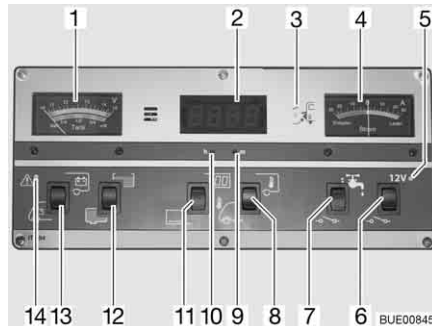

Bild 162 Panel IT 994
Beim Anzeigeeinstrument V/Tank (Bild 162,1) die obere Skala beachten. Das Anzeigeeinstrument wird automatisch beleuchtet, sobald ein Schalter gedrückt wird.
- Wippschalter (Bild 162,13) unten drücken: Die Batteriespannung der Starterbatterie wird angezeigt.
- Wippschalter (Bild 162,13) oben drücken: Die Batteriespannung der Wohnraumbatterie wird angezeigt.
Beim Anzeigeeinstrument V/Tank (Bild 162,1) die untere Skala beachten. Das Anzeigeeinstrument wird automatisch beleuchtet, sobald ein Schalter gedrückt wird.
- Wippschalter (Bild 162,12) oben drücken: Die Wassermenge wird angezeigt.
- Wippschalter (Bild 162,12) unten drücken: Die Abwassermenge wird angezeigt.
Die rote Warnleuchte ALARM (Bild 162,14) blinkt, sobald die Spannung der Wohnraumbatterie 11 V (Messung im laufenden Betrieb) unterschreitet und damit Tiefentladung droht.
- Wippschalter (Bild 162,11) oben drücken: Digitaluhr-Anzeige ist eingeschaltet. Temperaturanzeige ist betriebsbereit.
- Wippschalter (Bild 162,11) unten drücken: Digitaluhr-Anzeige und Temperaturanzeige sind ausgeschaltet.
- Mit einem dünnen Gegenstand, z. B. Kugelschreibermine, in die Öffnung für die Stundenanzeige (Bild 162,10) drücken, bis die gewünschte Stundenzahl angezeigt wird.
- Mit einem dünnen Gegenstand, z. B. Kugelschreibermine, in die Öffnung für die Minutenanzeige (Bild 162,9) drücken, bis die gewünschte Minutenzahl angezeigt wird.
- Wippschalter (Bild 162,8) oben drücken: Die Innentemperatur wird angezeigt.
- Wippschalter (Bild 162,8) unten drücken: Die Außentemperatur wird angezeigt.
Am Anzeigeelement Strom (Bild 162,4) wird ständig der aktuell fließende Batteriestrom angezeigt. Das Anzeigeelement wird automatisch beleuchtet, sobald ein Schalter gedrückt wird.
Der 12-V-Hauptschalter (Bild 162,6) schaltet das Panel und die 12-V-Versorgung des Wohnraums ein und aus.
*Einschalten:* ■ Wippschalter (Bild 162,6) oben drücken: Die 12-V-Versorgung des Wohnraums ist eingeschaltet. Die Kontroll-Leuchte (Bild 162,5) leuchtet grün.
*Ausschalten:* ■ Wippschalter (Bild 162,6) unten drücken: Die 12-V-Versorgung des Wohnraums ist ausgeschaltet. Die Kontroll-Leuchte (Bild 162,5) erlischt.
Die 12-V-Kontroll-Leuchte (Bild 162,5) leuchtet, wenn der 12-V-Hauptschalter (Bild 162,6) eingeschaltet ist.
Die gelbe 230-V-Kontroll-Leuchte (Bild 162,3) leuchtet, wenn am Eingang des Elektroblocks Netzspannung vorhanden ist.
*Einschalten:* ■ Wippschalter (Bild 162,7) oben drücken: Die Wasserversorgung ist eingeschaltet.
*Ausschalten:* ■ Wippschalter (Bild 162,7) unten drücken: Die Wasserversorgung ist ausgeschaltet.